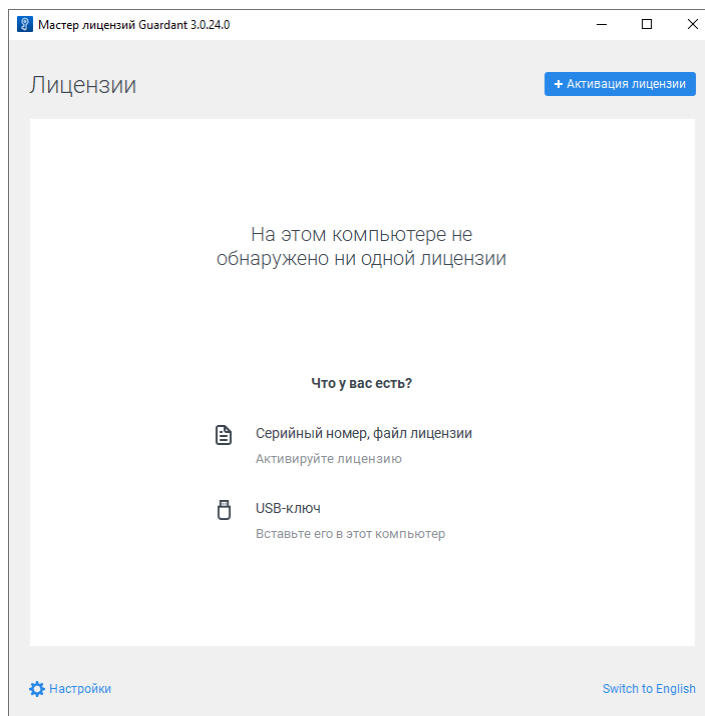

Рис. 8 Окно «Мастер лицензий Guardant»
4. В отобразившемся окне «Мастер лицензий Guardant» нажмите кнопку «+Активация лицензии», см. Рис. 8.